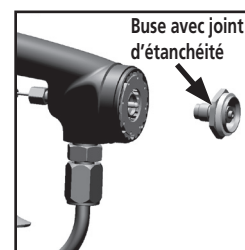

Fig. 5
2. Tout en appuyant à fond sur la gâchette, retirer la buse et le joint d'étanchéité. (Voir fig. 5)
4. Tout en appuyant à fond sur la gâchette, installer la nouvelle buse et le nouveau joint d'étanchéité. Serrer la buse à liquide au couple de 9 à 11 pi-lb. (Voir fig. 5)